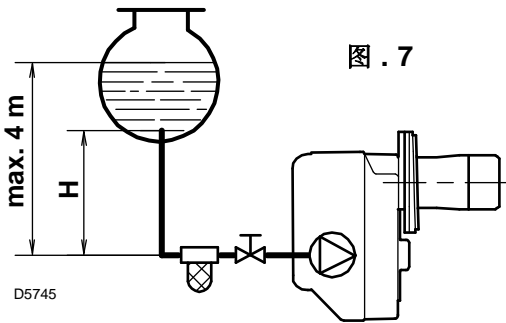
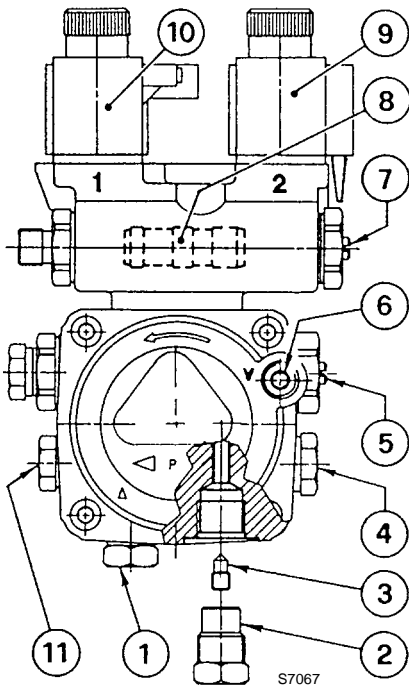

图 . 7
图 . 8
- 设计时泵是按双管运行的。如单管运行，须拧下回油螺钉 (2)，移开旁路螺钉 (3) 后再拧紧螺钉 (2)。(参见图 . 8)。
在图 . 7 所示系统中，松开油压表接口螺钉 (6, 图 . 8) 直到有油流出就可以了。